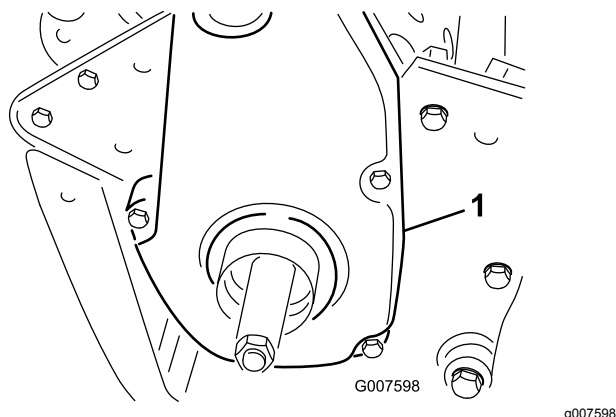

図 38
- ベルトカバー取り付けねじを外してカバーを取り、ベルトを露出させる 図 38。